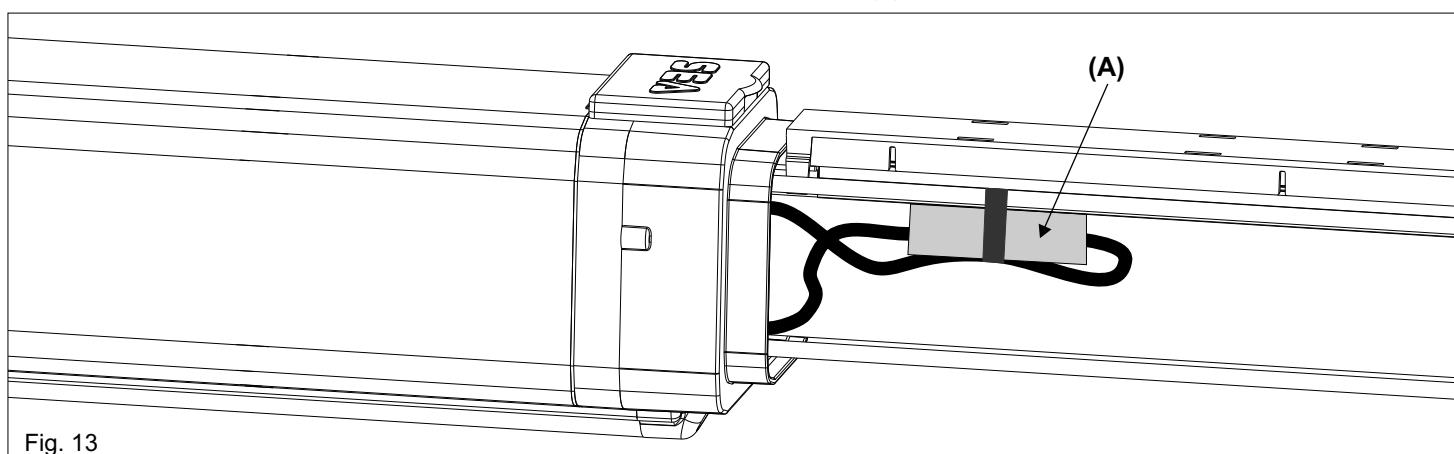

Fig. 13
Per evitare che nel montaggio del copristelo vengano tranciati i cavi, fissare il connettore (A) al tirante con una fascetta, come mostrato in Fig. 13.
To prevent that during installation of the rod cover the cables are cut, fix the connector (A) to the rod with a clamp, as shown in Figure 13.
Pour éviter que lors de l'installation du couvercle de tige les câbles sont coupés, fixer le connecteur (A) à la tige avec une bande, comme indiqué sur la figure 13.
Para evitar que en el montaje del copristelo sean cortados los cables, fijar el conector (A) al tirante con una faja, como enseñado en Fig. 13.